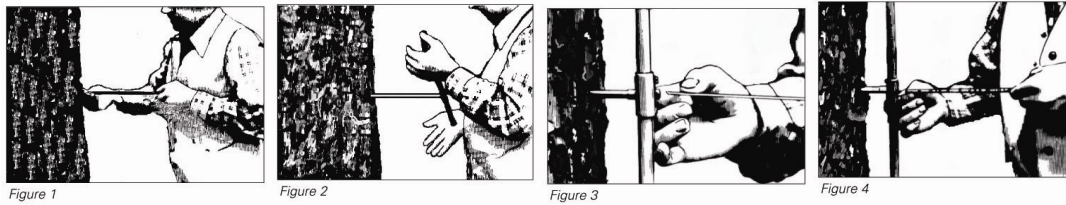
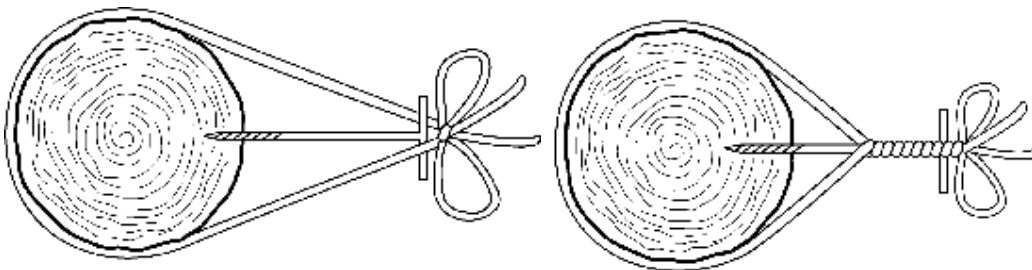

Figura 4: Diversos passos no processo de extração de um cerne de madeira
Figura 5: Uso da corda para facilitar o processo de cerne na árvore
3. A maior dificuldade está em começar a incisão do cerne na árvore. Para iniciar o processo de extração, mantenha a manivela justo atrás das duas peças, como mostra a figura 4. Reclina-te sobre a barra para proporcionar a maior pressão possível. Pausadamente, comece a girar a manivela até que as duas peças de corda tenham enrolado completamente e contribuam ao processo de extração. Não se deve empreñar NUNCA força bruta para iniciar o processo de barrenado na árvore. O responsável do cerne não tem que ser o mais forte, mas deve ser o que tem uma maior estabilidade. Se depois de 3 tentativas não consegués introduzir o final da barra de extração no tronco, a madeira é demasiada dura. É aconselhável não insistir pois provavelmente só resultará na ruptura da barra de incisão. Para madeira dura, pode ser de grande ajuda atar uma corda ao redor do tronco e o barrero de incremento (figura 5). Quando começar a girar a manivela, a tensão da corda aumentará, ajudando a entrada da barra extractora no tronco.
4. Uma vez que as duas partes da manivela participam no avanço da barra de incisão, podes retirar-te um pouco da barra de incremento e começar a girar a manivela (Figura 4). A peça de extração começará a penetrar no tronco. As madeiras duras requerem uma quantidade considerável de energia e força. Se o processo de avanço alcança uma secção de madeira podre (você notará de imediato devido a facilidade de avançar) retroceda imediatamente ou a peça incisora pode ser incrivelmente difícil de retirar (as duas asas da manivela não contribuem no retrocesso se não estão afiançadas na madeira). É recomendável incisar a árvore até passar na medula do tronco. Visualmente, para investigar a profundidade da barra de incisão –e a longitude do cerne–, pode colocar a barra de extração ao lado da árvore, paralelamente ao barra de incremento, já que este tem a mesma longitude da barra de incisão.